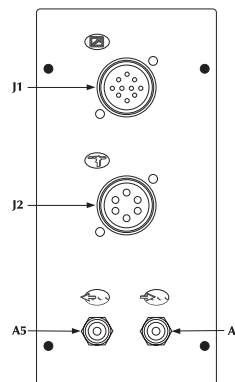
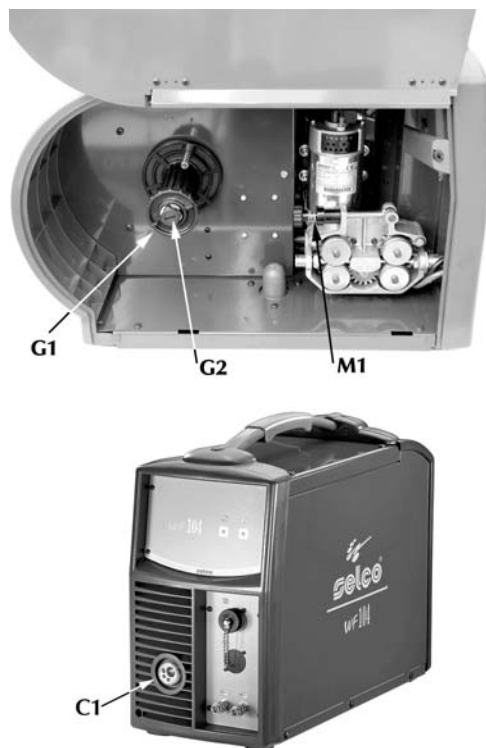

Fig. 19
Fig. 21 Komponenter på vagnen
- 3) Anslut gasslangen (Fig. 19) till gasuttaget () på generatorns bakre kontrollpanel.
- Skruva loss låsringen (G1 i fig. 21) från trådrollshållaren och för in trådrollen.
För också in hållarens metallstift på plats, sätt tillbaka låsringen (G1) och dra åt friktionsskruven (G2 i fig. 21).
- Lösa stödet för kuggväxelmotorns trådmatare (M1 i fig. 21) och för in trådänden i trådförarbussningen via valsen till brännaruttaget.
- För in brännaren med manteln i mittuttaget (C1 i fig. 21) och dra åt låsringen helt. Anslut matar- och returslangarna till kopplingsstyckena (A5-A6 i fig. 19) om brännaren är vattenkyld.